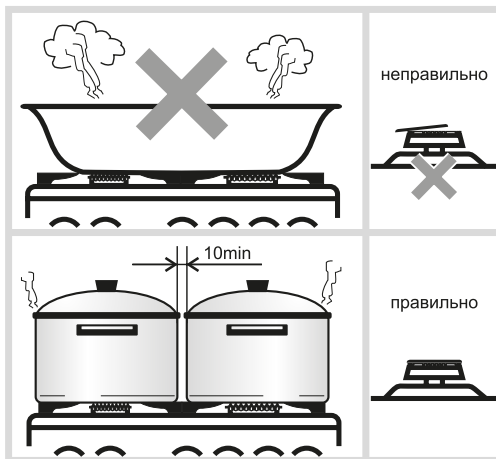

Рис.15
- Размеры посуды (см. табл. 4 и рис. 15) и режим работы горелок нужно выбирать таким образом, чтобы пламя не выходило за края и не «лизало» боковые стенки.